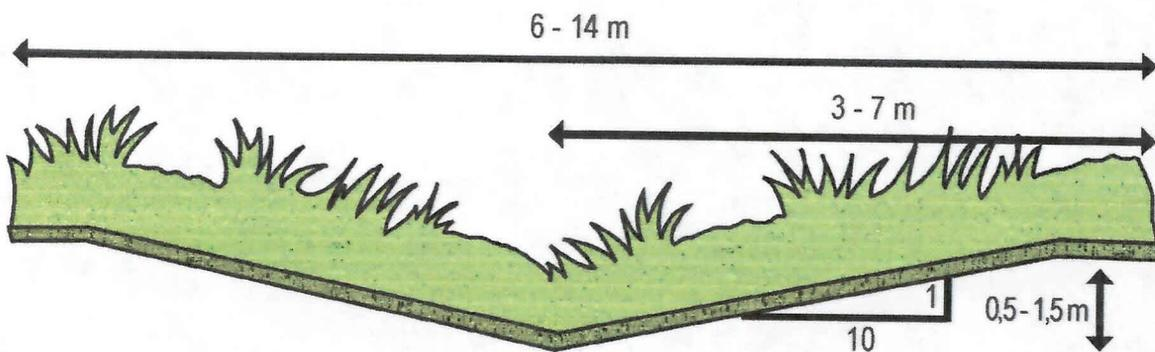

Figura 21: Sección transversal de dren en V.
- **Drenes en V:** zanjas que se caracterizan por poseer taludes amplios que fluctúan entre 8:1 y 10:1, lo cual permite el libre tránsito de maquinaria y ganado. Son soluciones adecuadas en sectores que presentan topografía ondulada, ya que permiten mantener la continuidad de los potreros y adecuarse a la topografía natural. (Figura 21)